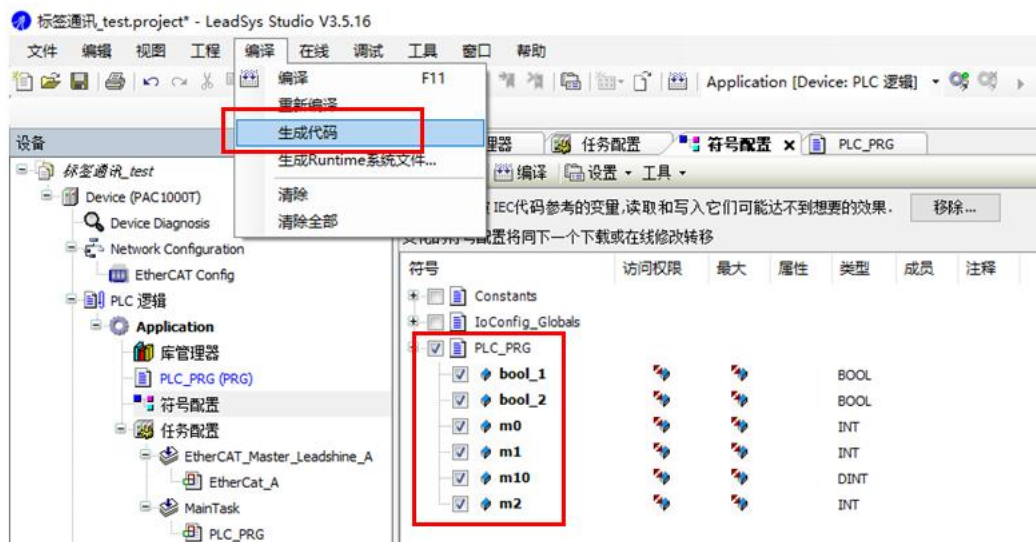

图 13.44 勾选进行标签通信的变量
- 4) 然后勾选需要进行标签通信的变量（图 13.44 示例中变量都选了，实际使用时只勾选需要的变量），然后点击“生成代码”，如图 13.44 所示，可编译生成标签通信的 XML 文件。